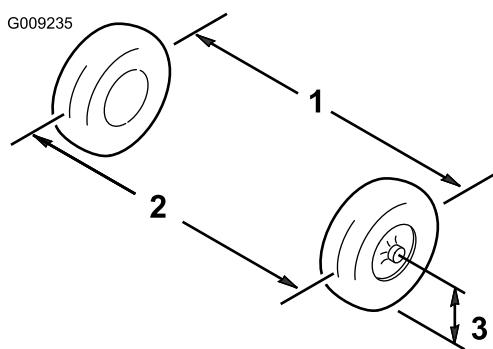

Figura 38
- Meça a distância entre os pneus dianteiros à altura do eixo na zona dianteira e traseira dos pneus dianteiros (Figura 38).